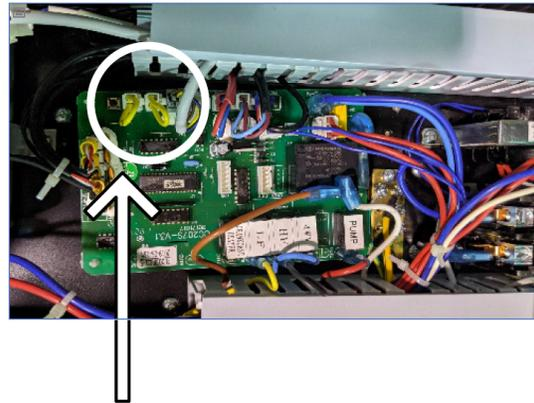

Figure 18. Connexion du câble du contrôleur d'automatisation
4. Repérez le connecteur du **CONTRÔLEUR D'AUTOMATISATION**. Voir Figure 18.